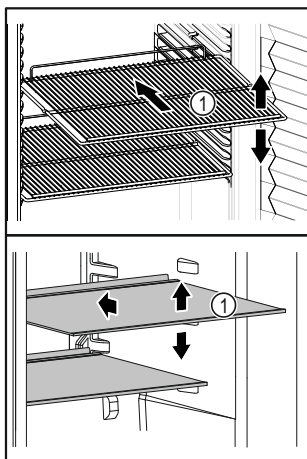

Fig. 66 Példaként szolgáló ábrázolás
- ❑ Ha a tárolófelületek Fig. 66 (1) áthelyezhetők, akkor igazítsa be őket a kívánt magasságnak megfelelően.